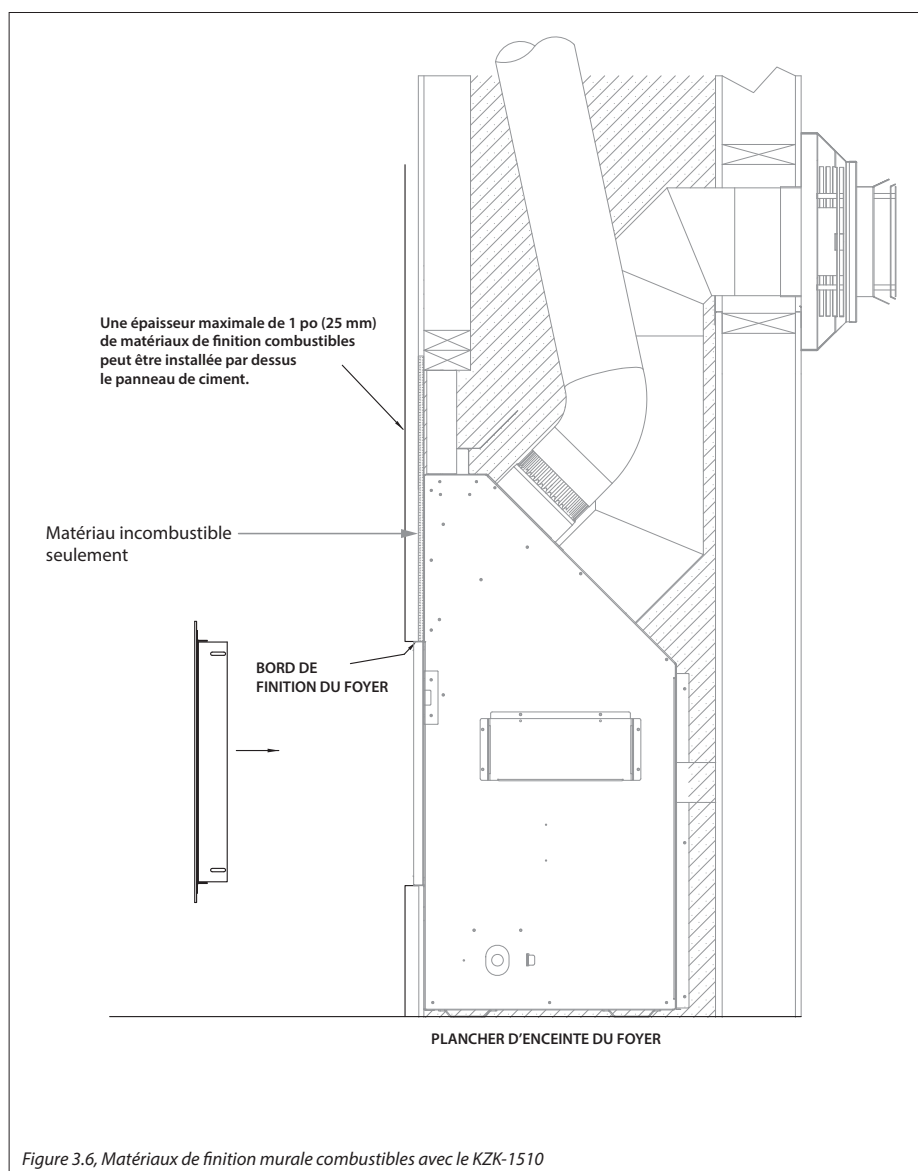

Figure 3.6, Matériaux de finition murale combustibles avec le KZK-1510
- La Figure 3.6 montre l'installation de matériaux combustibles de finition murale d'une épaisseur maximale de 1 po (25 mm). Ces matériaux combustibles sont installés par dessus tous les matériaux incombustibles exigés, tels que montrés à la Figure 3.1 (page 14).
- La Figure 3.6 montre les limites des matériaux de finition en maçonnerie, mesurées à partir du bord de finition, pour permettre d'installer l'un des contours optionnels. La plupart des matériaux de maçonnerie ne pourront pas s'installer en dessous du contour optionnel, une fois installé.